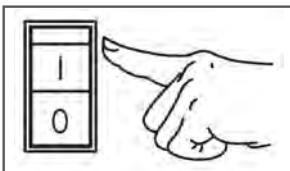

Рис. 11 Выключатель зажигания
- Выключатель зажигания на панели управления переведите в положение «1» (Вкл.) (Рис. 11).